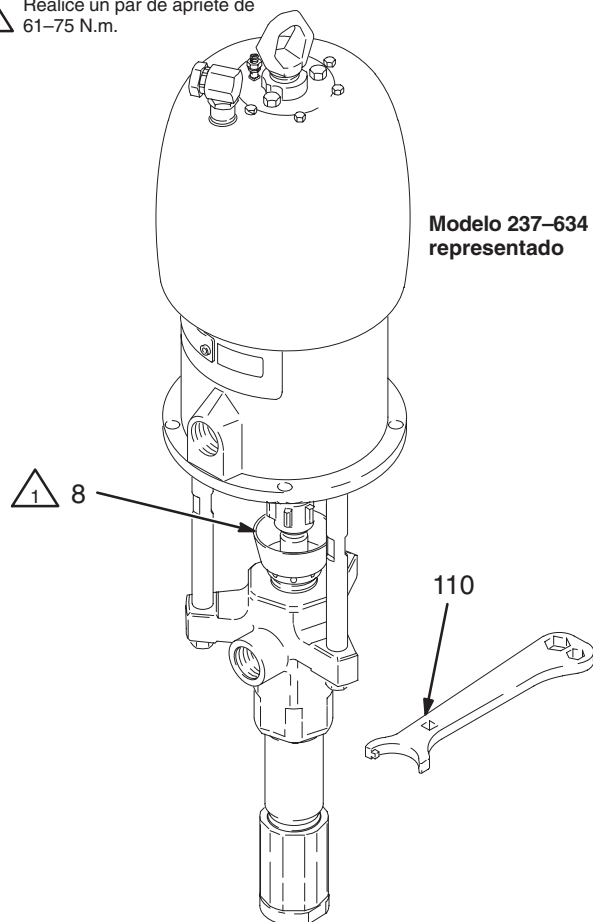

Fig. 3
Antes de comenzar, llene la tuerca prensaestopas (8) hasta un 1/3 de su capacidad con Líquido de Sellado (TSL) o un disolvente compatible. Vea la Fig. 3.